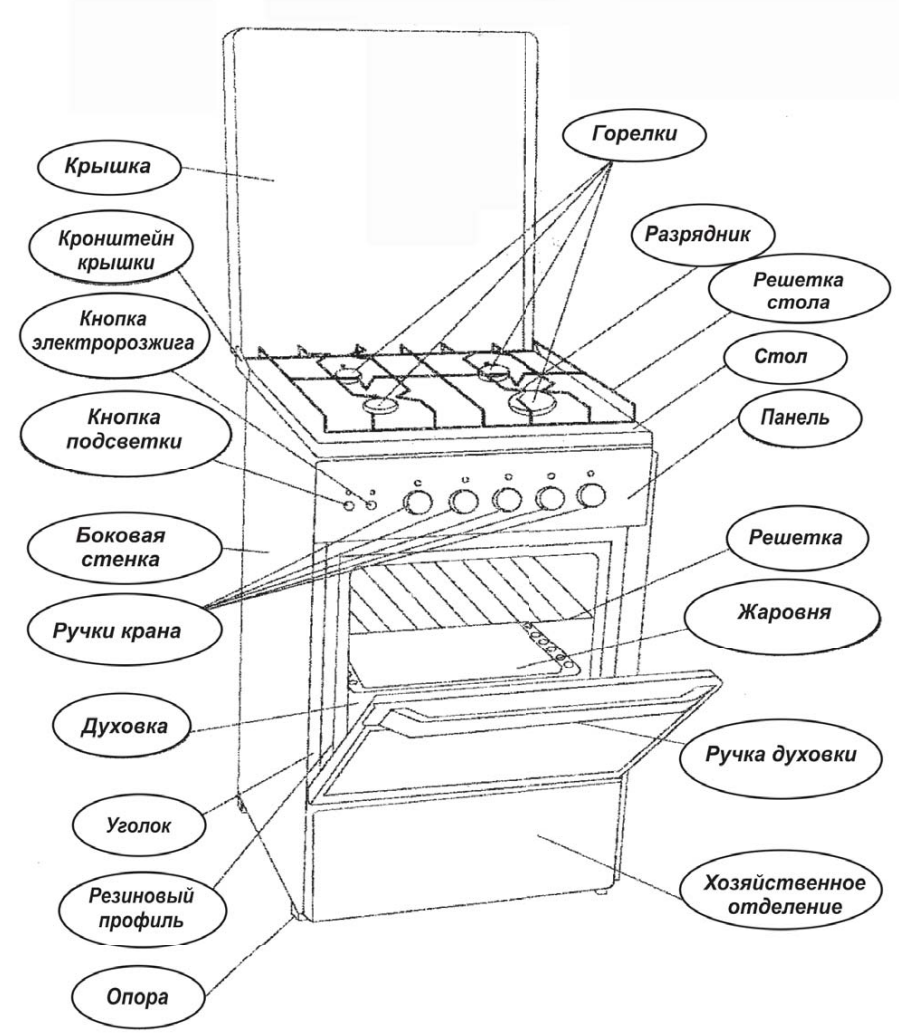

Рис. 1 Устройство плиты
- 6.1. Общий вид плиты с указанием основных частей показан на рис.1.